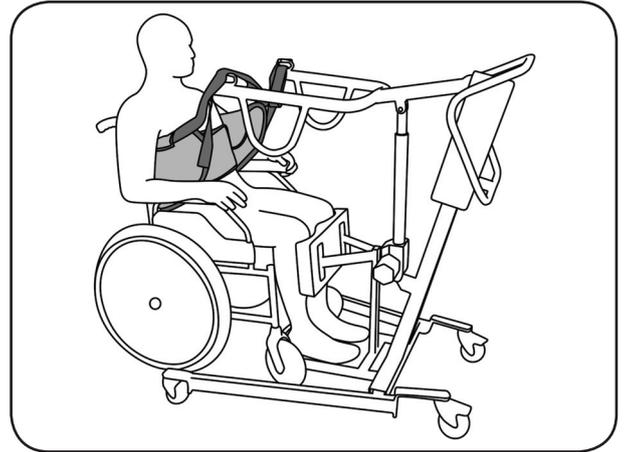

Abbildung 08
13. Richten Sie nun den Patienten mit dem aks-Patientenlifter an (Abbildung 08). Beobachten Sie dabei den Patienten und die Straffung des Gurtes. Korrigieren Sie gegebenenfalls den Sitz des Gurtes durch erneutes Ablassen des Patienten und Verschieben der ungünstig sitzenden Teile des Gurtes. Beobachten Sie während des Aufrichtvorgangs ständig den Patienten und den Sitz des Liftergurtes.